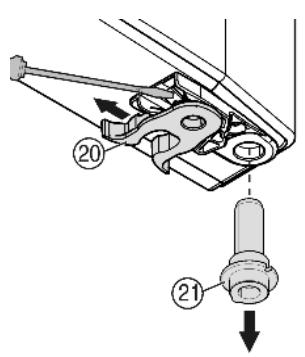

Fig. 8
- ▶ переставити Fig. 8 (20) пружинний затискач: Натиснути язичок защіпки вниз, зняти з нього пружинний затискач.
- ▶ Вийміть гвинт Fig. 8 (21) із втулки дверцят і вставте разом із шайбою на протилежному боці. Язичок защіпки повинен бути спрямований до внутрішньої сторони дверцят, надріз — до зовнішньої сторони.
- ▶ Поверніть нижню частину дверцят і вставте гвинт Fig. 8 (21) в опорний кронштейн. У разі необхідності покрутіть гвинт до його фіксації.